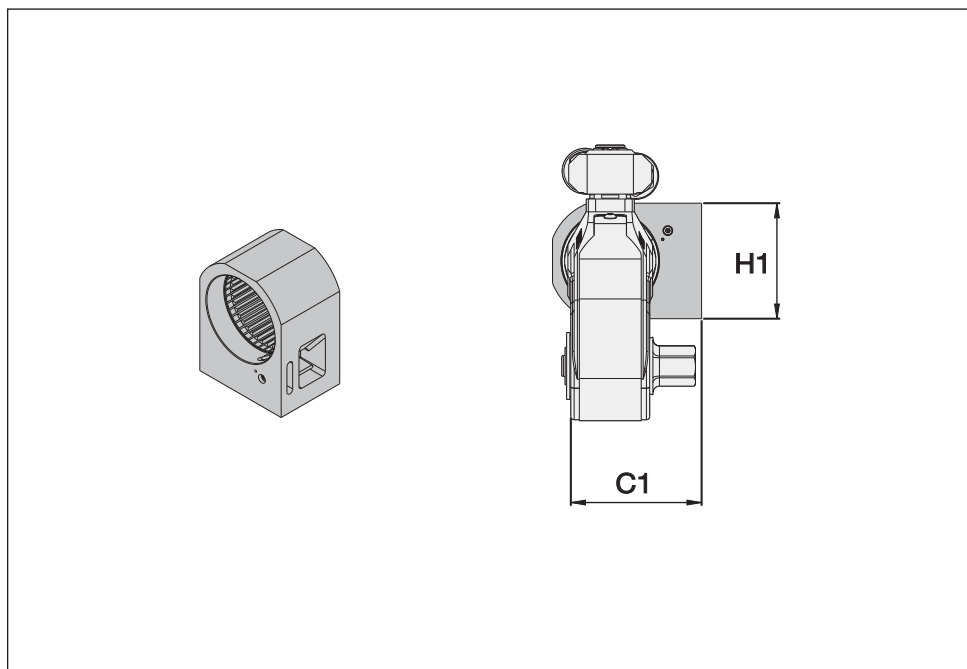

図30
6.4 寸法および仕様、SRAシリーズショートリアクションアーム (図30)